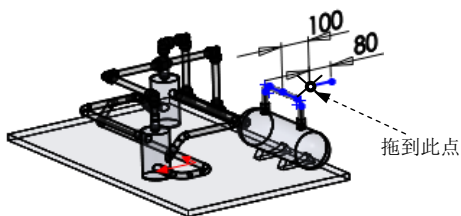
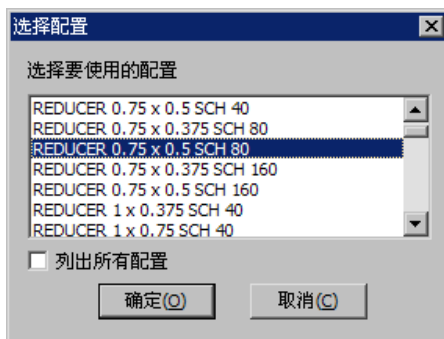

图 11.9.24 横断面草图
图 11.9.25 “选择配置”对话框
Step2. 绘制管道线路。绘制图 11.9.24 所示的横断面草图。
Step3. 添加异径管。打开设计库中的 **\routing\piping\reducers** 文件夹，选择 reducer 异径管为拖/放对象；将异径管拖到图 11.9.24 所示的端点，系统弹出“选择配置”对话框，如图 11.9.25 所示，选择 **REDUCER 0.75 x 0.5 SCH 80** 配置；单击 **确定 (O)** 按钮，完成异径管配件的添加。